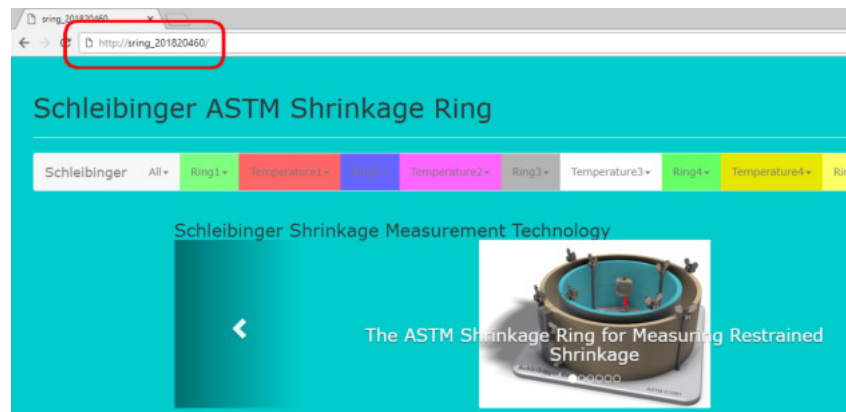

Abbildung 3: Zugriff auf das Schleibinger Gerät mit dem Hostname
- Geben Sie in der Adresszeile Ihres Browsers den Hostname des Gerätes (siehe Werkseinstellungen) ein in der Form "**http://...**"(Abb. 3).
Ein DHCP-Server erteilt dem Datenlogger eine freie IP-Adresse und über den vergebenen Hostname mittels DNS erreichen Sie den Datenlogger, siehe Bild 3.